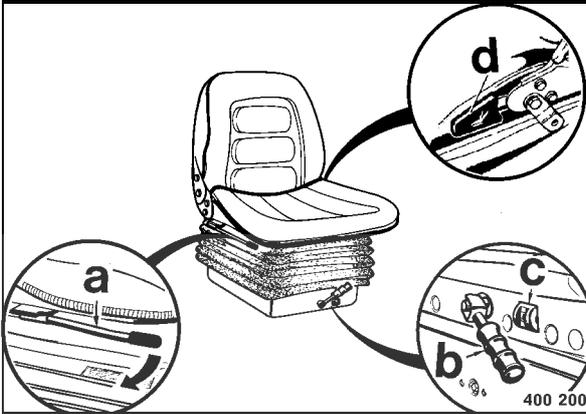

fig. 69
- Déplacer le siège dans le sens longitudinal. Pour ce faire, désenclencher le levier (a) (fig. 69) et déplacer le siège vers l'avant ou vers l'arrière.